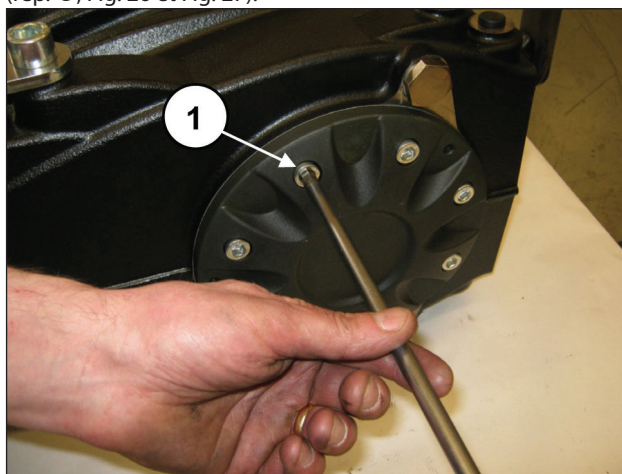
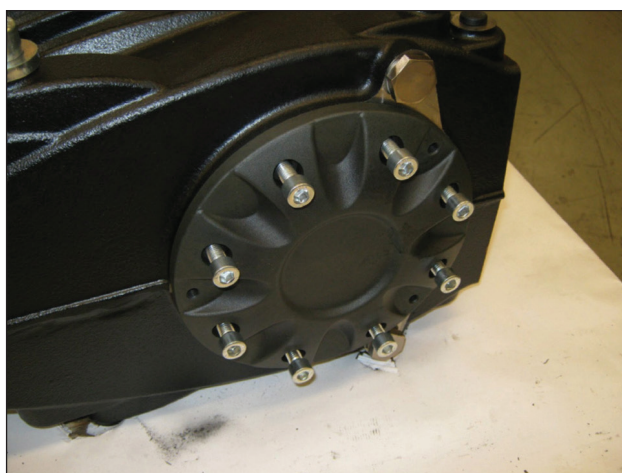

Fig. 26
Fig. 27
De l'autre côté, dévisser les vis de fixation du cache roulement (rep. ①, Fig. 26 et Fig. 27).